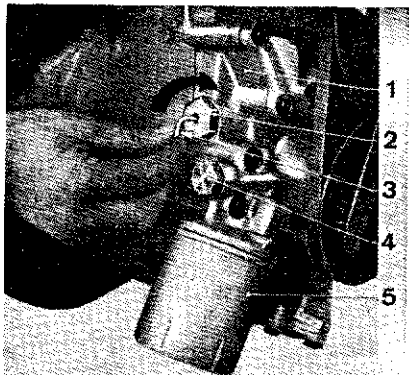

Fig. 5. — Blocage du tendeur automatique de chaîne
- Bloquer le tendeur de chaîne (fig. 5).
- Débloquer le tendeur automatique de chaîne en tournant la clef Allen (fig. 5), dans le sens indiqué. Monter le boulon et son joint sur le corps du tendeur afin d'éviter les fuites d'huile.
- bloquer le tendeur de chaîne automatique (fig. 5) ;